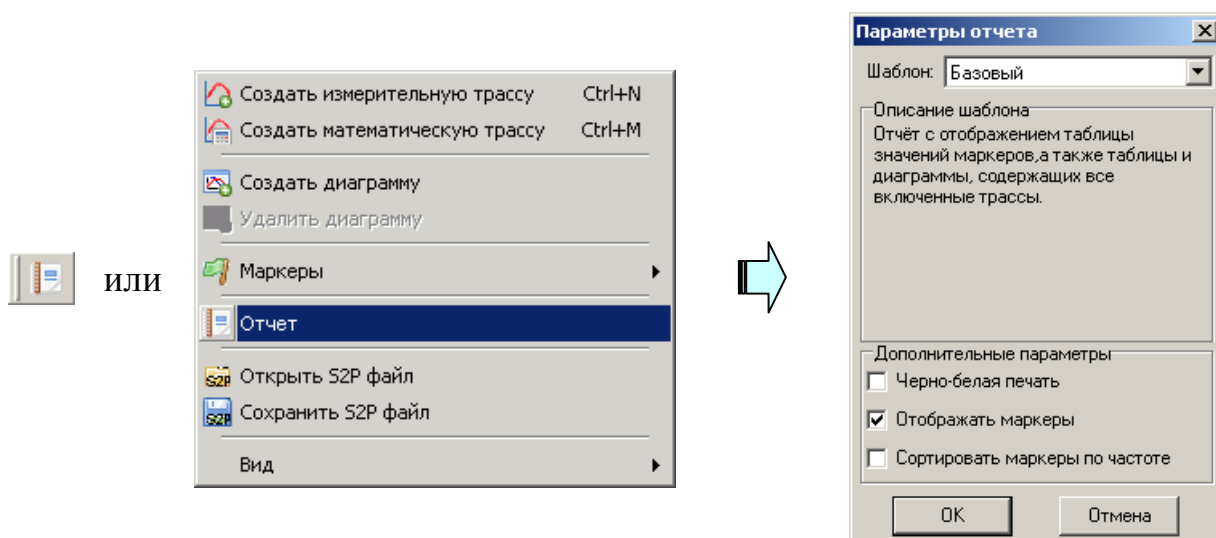

Рисунок 4.30 – Создание отчёта
4.11.4 **Чтобы сохранить *S2P*- или *S1P*-файл**, следует выбрать пункт «Сохранить *S2P* файл» в контекстном меню диаграммы (рисунок 4.30). В выбранный текстовый файл с расширением *s2p* сохраняются частота, модуль (в логарифмическом масштабе) и фаза (в градусах) параметров рассеяния  $S_{11}$ ,  $S_{21}$ ,  $S_{12}$ ,  $S_{22}$ . В отличие от сохранения трассы, в *S2P*-файл записываются значения с выходов «Измерений», т.е. до преобразования к некоторому формату отображения и до каких-либо функциональных преобразований над трассами. «Измерения» для записи в качестве того или иного *S*-параметра выбираются автоматически. Если при сохранении *S2P*-файла некоторые *S*-параметры отсутствуют, то вместо них записываются значения (-200 дБ, 0°). Если для некоторых *S*-параметров найдётся несколько подходящих «Измерений», пользователю будет предложено выбрать.